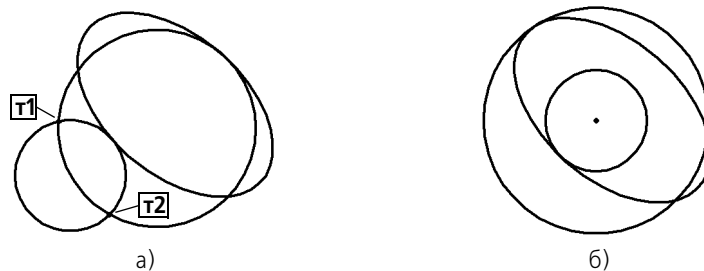

Рис. 13.4. Окружности, касательные к эллипсу:
- ▼ Если известно положение точек **т1** и **т2**, принадлежащих создаваемой окружности, задайте их (рис. 13.4, а).
- ▼ Если известна точка центра окружности, задайте ее (рис. 13.4, б).